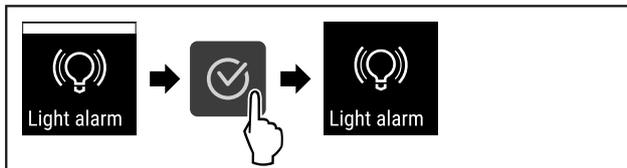

Fig. 99
- ▶ Выполните шаги действия (см. Fig. 99).